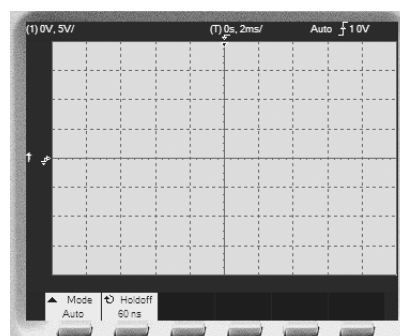

图 6-57 显示区显示数据
2) 单击 **Display** 按钮，显示区显示如图 6-57 所示的选项设置。